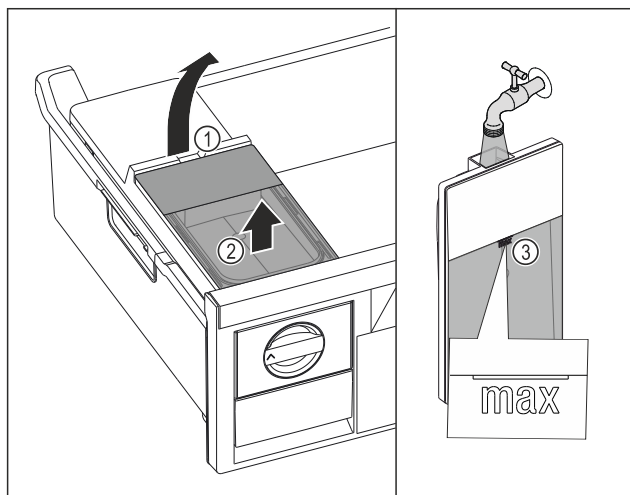

Fig. 98
- Nádržku na vodu nadvihnite za vybranie Fig. 98 (1).
- Nádržku na vodu odoberte nahor Fig. 98 (2)
- Nádržku na vodu naplňte pitnou vodou po značku Fig. 98 (3).